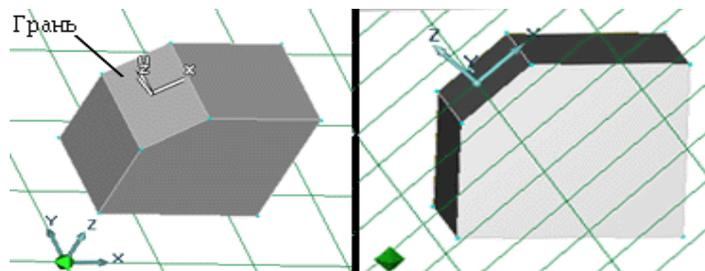

Рис. 1.2 Совмещение рабочей плоскости и системы координат с гранью 3D модели
3. Укажите курсором точку на поверхности 3D модели (рис.1.2).